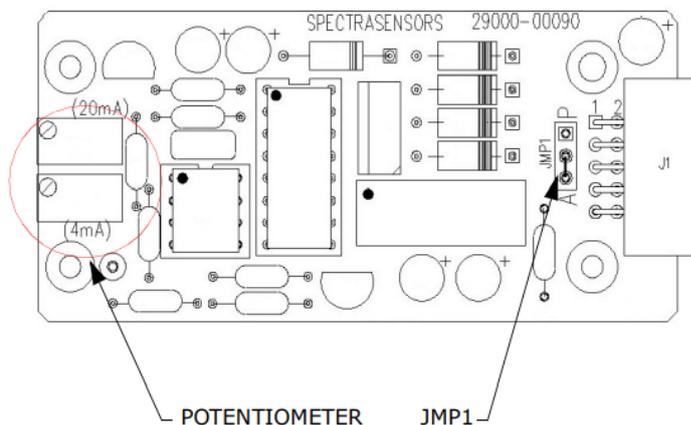

Figura 27. Placa de 4-20 mA del analizador
4. Retire el puente (JMP1) que se muestra en la figura 27 inferior y conecte el pin central al punto "A".